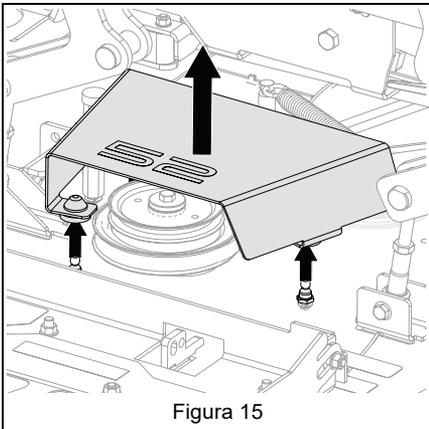

Figura 15
2. Quite la cubierta la correa. Guárdela para trabajar sin embolsadora. Consulte Figura 15.